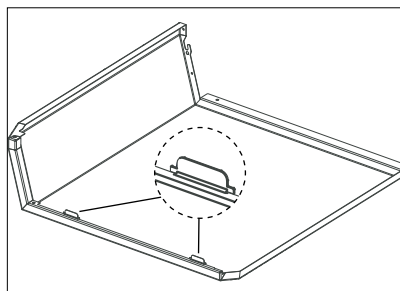

Fig. 117 Beide Laschen aufbiegen
- ▶ 2 Laschen seitlich herausbiegen – Fig. 117.